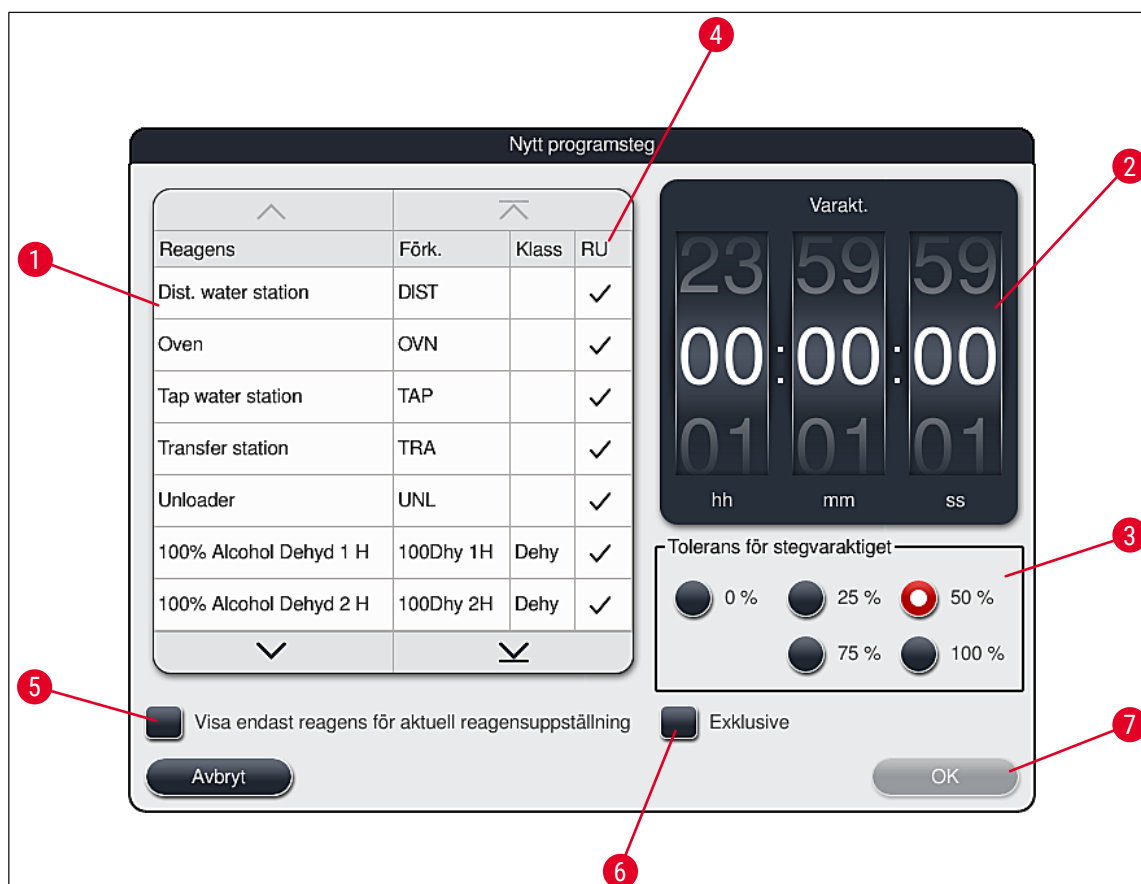

Bild 46
- Ett fönster öppnas där du kan ange programsteget (→ "Bild 46").